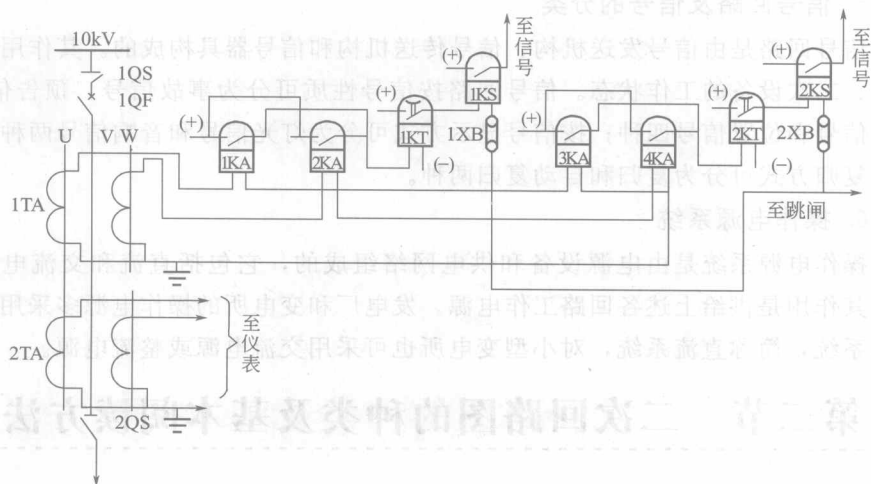

图 1-1 6~10kV 线路继电保护原理接线图
下面以图 1-1 所示的 6~10kV 线路的继电保护装置为例加以说明。
从图 1-1 中可知，整套保护装置包括：时限速断保护（由电流继电器 1KA、2KA，时间继电器 1KT 及信号继电器 1KS，连接片 1XB 所组成），过电流保护（由电流继电器 3KA、4KA，时间继电器 2KT，信号继电器 2KS，连接片 2XB 所组成）。当线路发生 U(A)、V(B) 两相短路时，其动作如下。
从图 1-1 中可以看出，一次设备（如 QF、TA 等）和二次设备（如 1KA、1KT、1KS 等）都以完整的图形符号表示出来，能对整套继电保护装置的工作原理有一个整体概念。